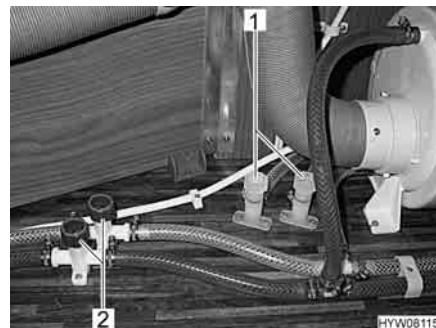
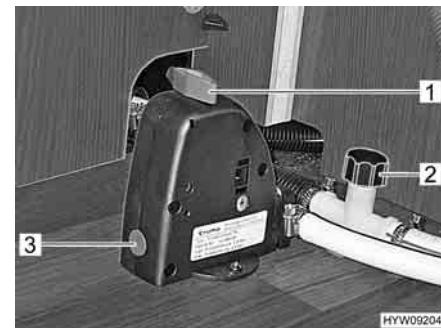

Fig. 112 Rubinetti di scarico scaldaacqua
Fig. 113 Valvola di sicurezza/di scarico e rubinetto di scarico (boiler Truma Combi)
- Chiudere tutti i rubinetti di scarico. Ruotare i coperchi (Fig. 112,1 e 2 o Fig. 113,2) in senso orario.
- Se il boiler è dotato di una valvola di sicurezza/di scarico, chiudere la valvola di sicurezza/di scarico. A tal fine ruotare la manopola (Fig. 113,1) verticalmente rispetto alla valvola di sicurezza/di scarico e premere il bottone automatico (Fig. 113,3).